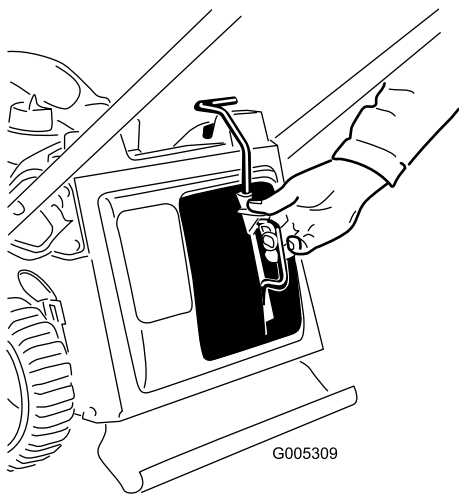
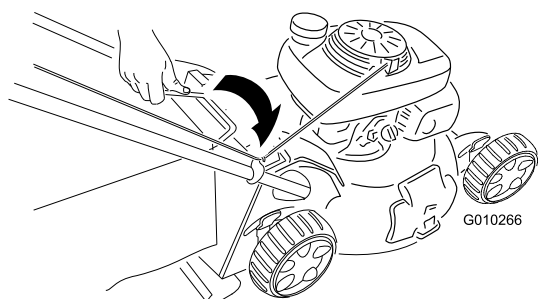

Figura 18
Figura 19
1. Installate il tappo mulching (Figura 18) o il cesto di raccolta (Figura 19) sul tosaerba.